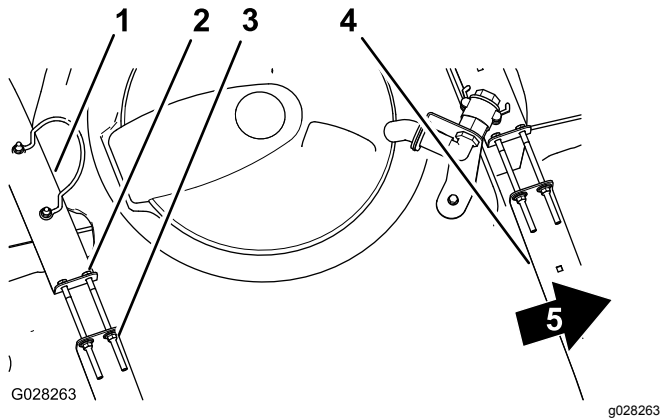

Figura 43
2. Compruebe si hay holgura entre los flejes y el depósito (Figura 43).
3. Si los flejes tienen holgura, apriete las contratuercas con arandela prensada y los pernos del extremo superior de los flejes hasta que los flejes queden apretados contra la superficie del depósito (Figura 43).